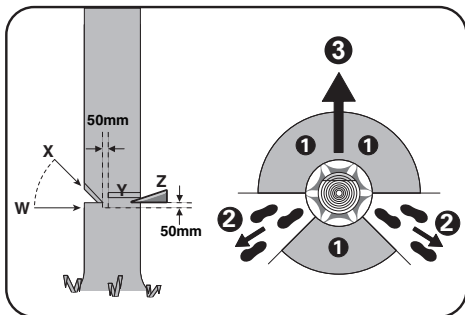

Fig. 1
Quando a árvore começar a cair, deverá remover a serra de corrente do corte, desligá-la, depositá-la e deixar a área de perigo pelo caminho de fuga planeado (2). Tenha cuidado com galhos que estejam a cair e não tropece. (Ver Fig. 1)